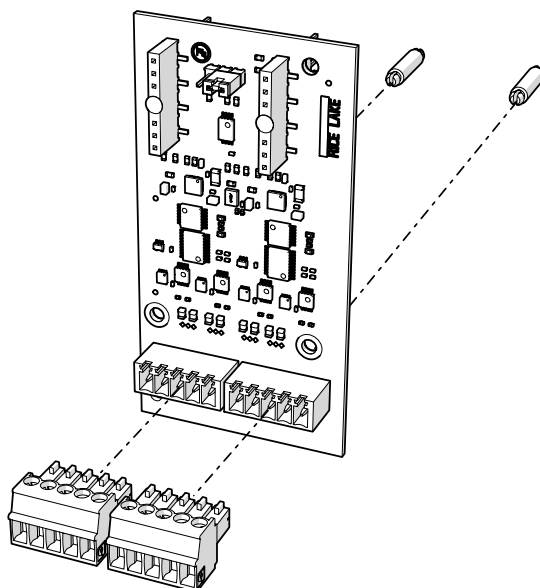

Figura 1. Kit scheda opzionale seriale doppia
La Figura 1 e la Tabella 1 illustrano le parti fornite nel kit della scheda opzionale seriale doppia:
3. Collegare i due elementi isolatori alla scheda opzionale come illustrato nella Figura 1 a pagina 1.